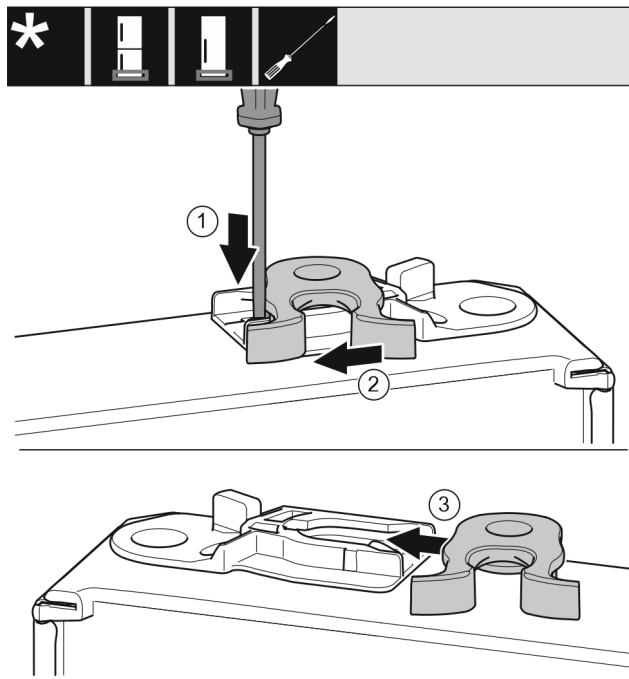

Fig. 23 *
- Прижмите накладку Fig. 23 (1) шлицевой отверткой вниз.*
- Выведите запорный крючок Fig. 23 (2) из направляющей.*
- Вставьте запорный крючок Fig. 23 (3) в направляющую с другой стороны.*